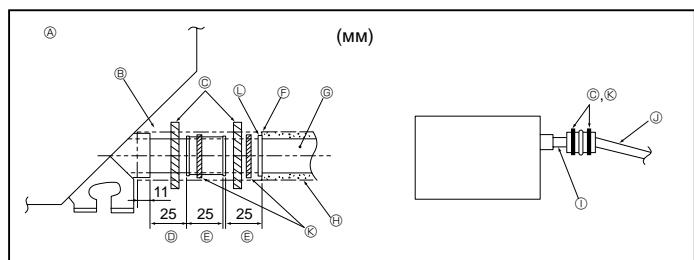

Fig. 3-5
⑮ До 85 см
1. Подсоедините соединительную муфту для дренажа (входит в комплект поставки прибора) к дренажному порту. (Fig. 3-5)